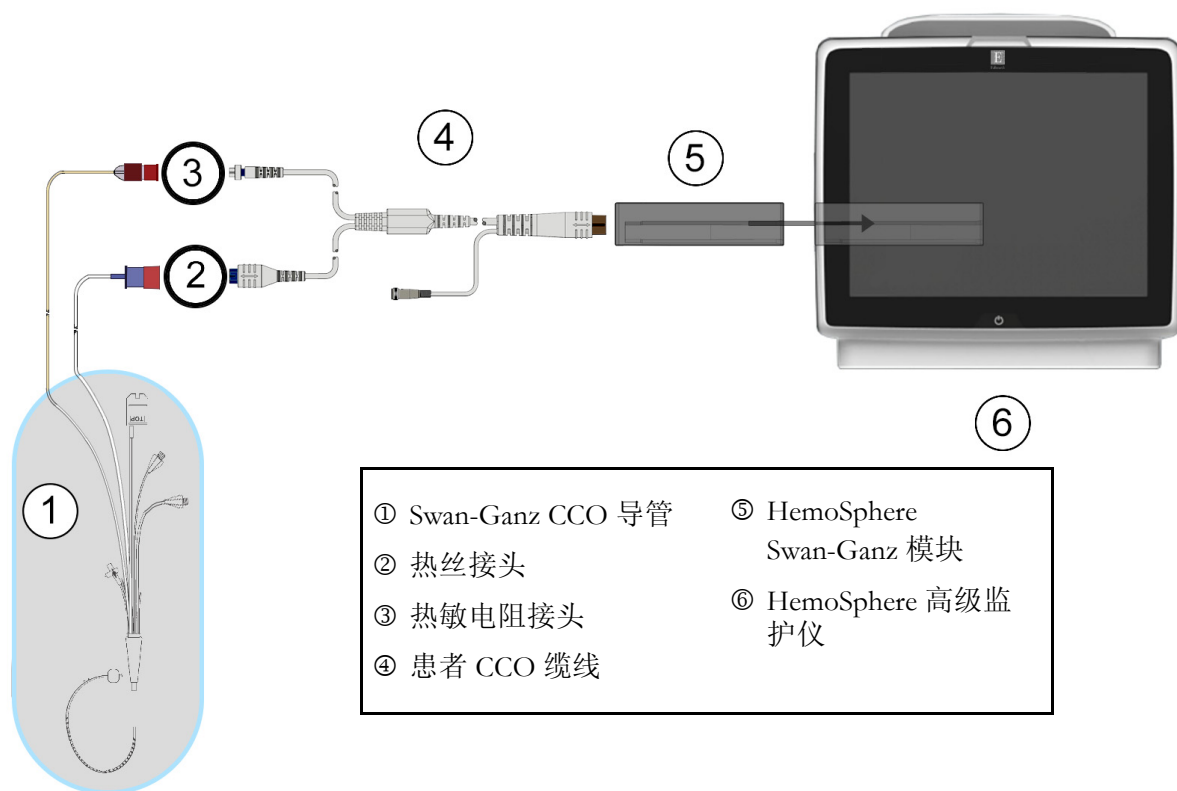

图 9-3 CO 连接概览
- 2 将患者缆线的导管端连接到 Swan-Ganz CCO 导管的热敏电阻和热丝接头上。在第 113 页图 9-3 中，这些接头以数字 ② 和 ③ 标出。